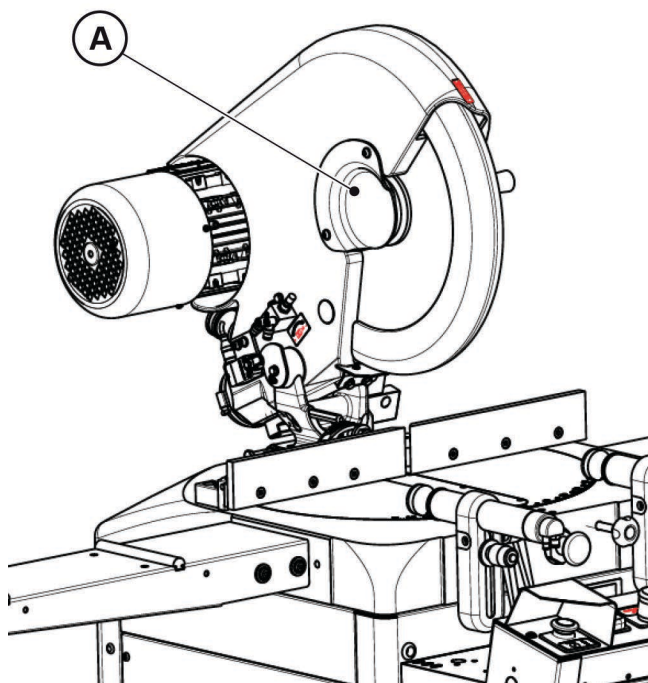

Fig. 09-06
- Desmontar el cárter exterior de cobertura brida "A" (Fig. 09-06) mediante los 2 tornillos de fijación.